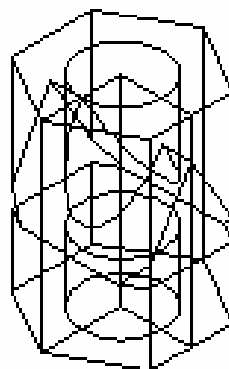

Рис. 5.50
b) ввести высоту (Specify height of extrusion) – **100** – рис. 5.50.